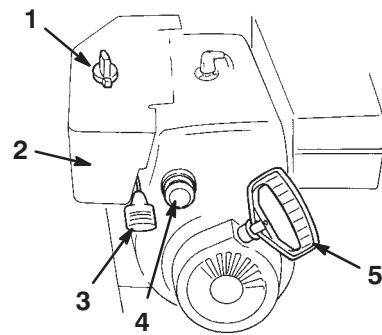

Figure 14
- **Starter** (Fig. 14)—Pour mettre en marche un moteur froid, tournez la commande de starter en position \swarrow (*Max*). A mesure que le moteur se réchauffe, tournez progressivement le starter à la position *Off* (hors service).
- **Clé de contact** (Fig. 14)—Insérez la clé dans le commutateur d'allumage avant de mettre le moteur en marche. Pour couper le moteur, retirez la clé de contact.
- **Commande d'accélérateur** (Fig. 14)—Déplacez la manette vers le haut pour augmenter le régime du moteur, ou vers le bas pour le réduire. Réglez la manette d'accélérateur en position d'*Arrêt* pour arrêter le moteur.
- **Amorçeur** (Fig. 14)—Appuyez sur l'amorçeur pour envoyer une petite quantité d'essence dans le moteur afin de faciliter le démarrage par temps froid.
- **Lanceur** (Fig. 14)—Le lanceur se trouve à l'arrière du moteur. Tirez sur le lanceur pour mettre le moteur en marche.
2. Retirez la clé de contact du commutateur d'allumage (Fig. 14).
3. Enlevez le bouton de starter (Fig. 14).
2. Réglez la manette d'accélérateur en position *régime maximum* (Fig. 14).
- Tournez le starter en position "On" (en service) (Fig. 14).
- Insérez la clé de contact (Fig. 14).
- Couvrez l'orifice central de l'amorceur (Fig. 14) avec le pouce et appuyez lentement sur l'amorceur à trois reprises, en marquant une pause à chaque fois.
- Prenez la poignée du lanceur (Fig. 14) et tirez-la lentement jusqu'à ce que vous sentiez une résistance, puis tirez vigoureusement pour lancer le moteur.
- Dès que le moteur a démarré, tournez le starter (Fig. 14) à la position 3/4. A mesure que le moteur se réchauffe, tournez le starter à la position 1/2. Quand le moteur est suffisamment chaud, tournez le starter à la position "Off" (hors service).